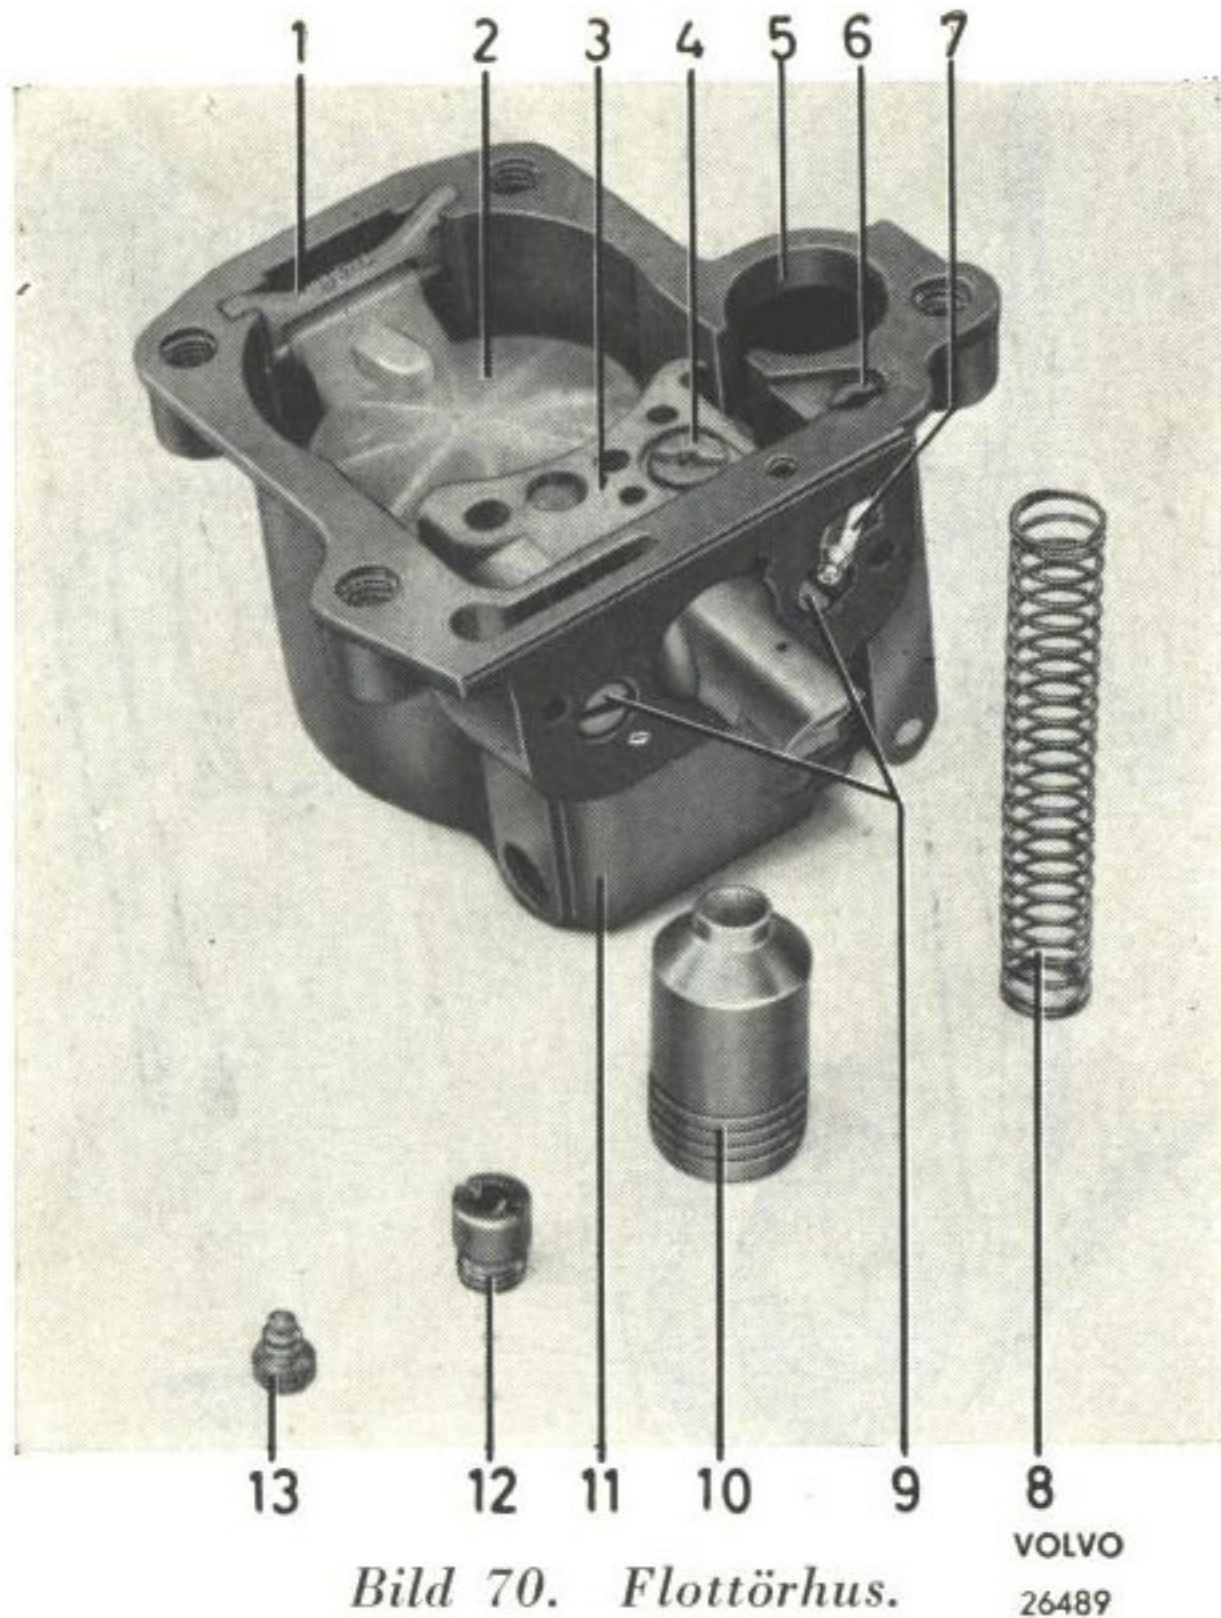

Bild 70. Flottörhus.
Vid rengöring av förgasaren är det oftast tillräckligt att endast demontera flottörhuset, ta ur flottören samt skruva ur luftmunstycket för tomgång (4 bild 70) samt själva tomgångsmunstycket som ligger under luftmunstycket. Demontera även accelerationspumpens kolv samt volymskruven, den senare på förgasarhuset. Demontera nålventilen och kontrollera eller rengör den. Tvätta delarna i kristallolja eller sprit. Blås igenom alla kanaler och munstycken med tryckluft, även hålet för volymskruven.
2. Tag bort låsfjädern (1 bild 70) och lyft upp flottören (2). Observera låsfjäders "TOP"-märkning.
5. Demontera accelerationspumpens kolv, fjäder, in- och utloppsventil samt accelerationsmunstycket. Se bild 70.